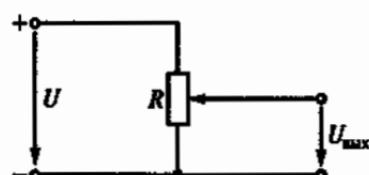

Рис. 266
12.7. Как изменится выходной сигнал потенциометрического датчика $U_{\text{вых}}$ на рис. 266, если напряжение U , питающее потенциометр, увеличится?